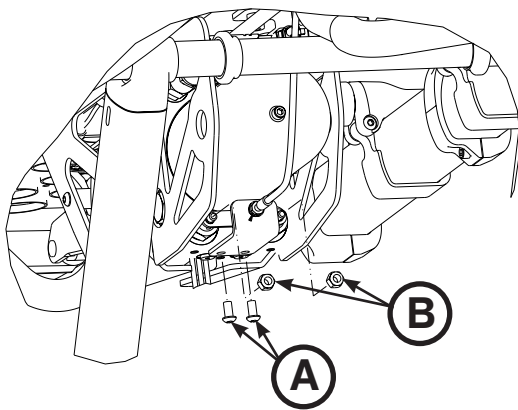

Figure 56
3. À l'aide d'un tournevis Torx T27, retirer les deux vis d'assemblage à tête ronde (A) qui fixent le support du câble de libération manuelle à la partie inférieure du sous-ensemble hydraulique (Figure 56).
5. A l'aide d'une clé mixte de 7/16, retirer l'écrou hexagonal Nylock (B) de chacune des tiges de vanne (Figure 56).